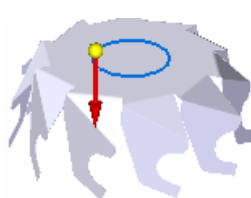

图 8.3.30 定义移除方向
(3) 定义法向除料特征属性。在命令条中单击“厚度剪切”按钮 和“全部穿透”按钮 ，并将移除方向调整至图 8.3.30 所示的方向。